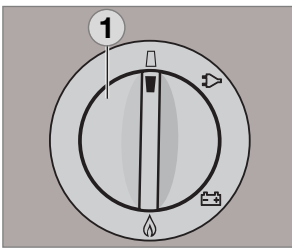

Abb. 45
- Stellen Sie bei Batteriezünder-Modellen den Energiewahlschalter **(1)** auf Position "AUS". Das Gerät ist abgeschaltet (Abb. 45).